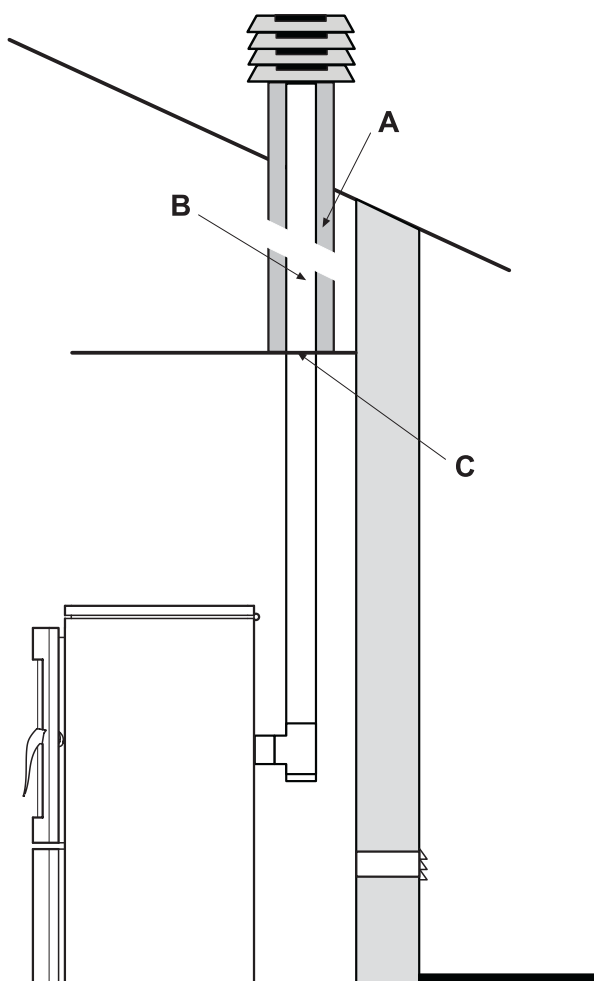

Fig. 5.5.5
En présence d'un conduit de cheminée de section supérieure, il est nécessaire d'entuber celle-ci à l'aide d'un tuyau en acier (de diamètre fonction de la longueur) isolé (Fig. 5.5.5).
- **En caso de cañón de humo de sección mayor es necesario “entubar”** el cañón de humo con una tubería de acero (cuyo diámetro es en función del recorrido) oportunamente aislada (Fig. 5.5.5).